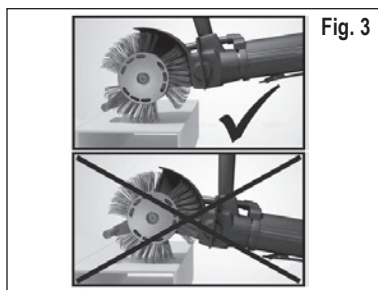

Fig. 3
8. A fin de obtener mejores resultados, preste atención a guiar la barra de aceleración cerca de la superficie que se ha de mecanizar. Si la distancia entre la barra de aceleración y la superficie es demasiado grande, el rendimiento se reduce de forma perceptible. Véase Fig. 3. Encontrará una descripción más detallada de la forma de trabajar con el **MBX® Bristle Blaster®** en el **DVD suministrado junto con la herramienta o en www.monti.de**.